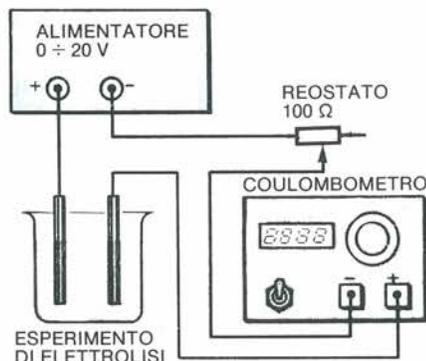

Figura 7. Disposizione degli strumenti per un esperimento chimico di elettrolisi.
- Per un esperimento chimico di elettrolisi, la disposizione del circuito deve essere quella mostrata in Figura 7.